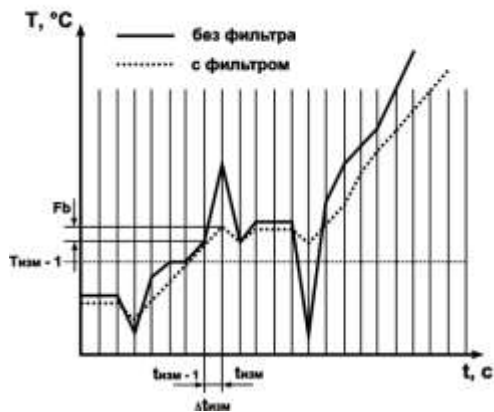

Рисунок 3.5
3.2.4.1 Полоса цифрового фильтра позволяет защитить измерительный тракт от единичных помех и задается в градусах Цельсия ($^{\circ}C$). Если измеренное значение $T_{изм}$ отличается от предыдущего $T_{изм-1}$ на величину, большую, чем значение параметра Fb , то прибор присваивает ему значение, равное $(T_{изм} + Fb)$ (рисунок 3.5). Таким образом, характеристика сглаживается.